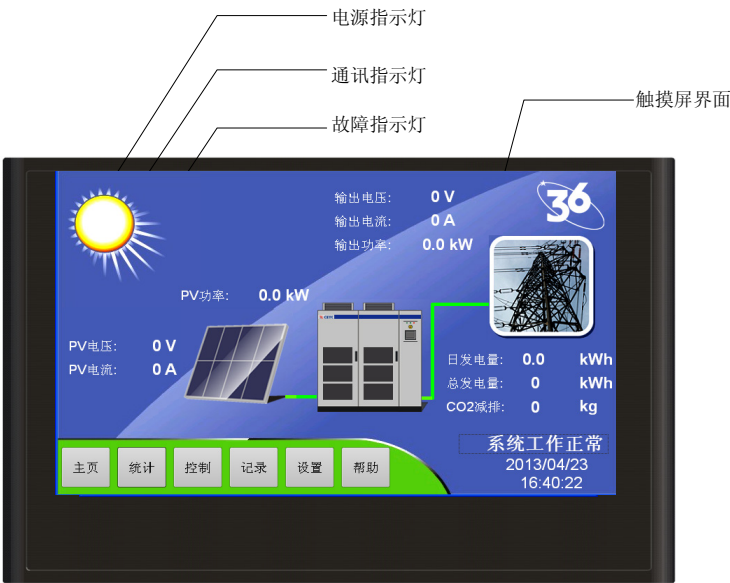
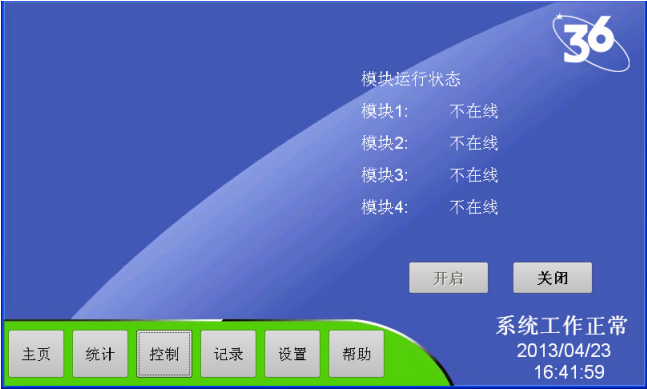

图 7-1 触摸屏外观图
图 7-4 控制页面
步骤三：确认HMI启动（HMI界面为图7-1），点击控制按钮，输入密码（默认为空），进入图7-4界面，点击“关闭”-“确认”；
步骤六：若无故障，点击HMI中控制按钮，输入密码（默认为空），进入图7-4界面，点击“开启”-“确认”。
- 1) 点击触摸屏下方的控制按钮，输入密码（出厂密码为“空”）进入图 7-4 页面，点击“关闭”→弹出确认窗口→点击“确认”→逆变器停止运行；